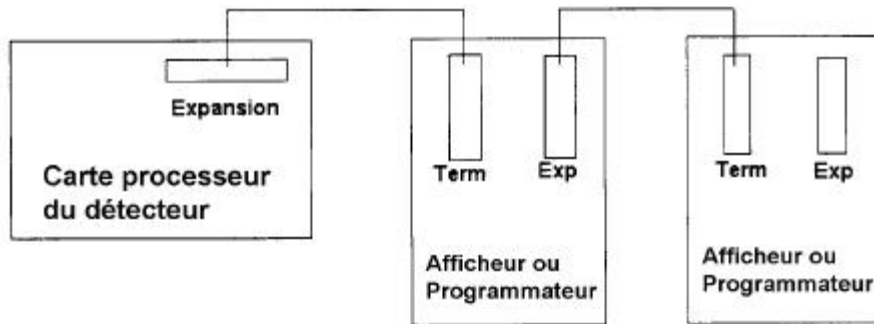
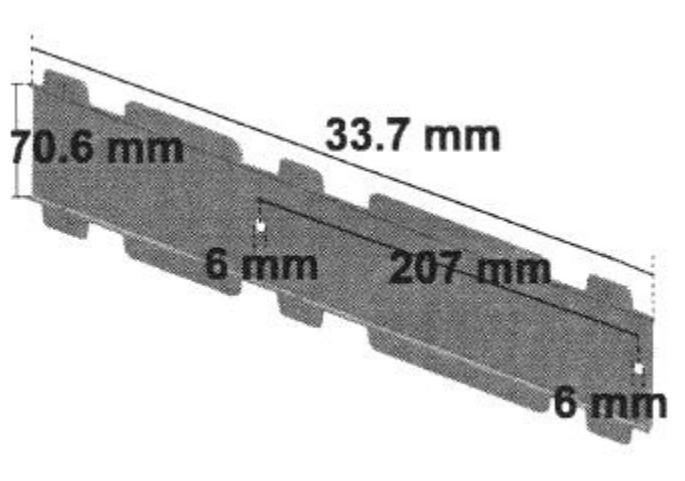

Figure 7 L'interconnexion des différents modules
Figure 8 Dimensions de la platine de montage
4. Maintenir la platine de montage en position et se servir des trous de fixation comme gabarit de perçage, voir Figure 8. Vérifier la bonne orientation de la platine, voir Figure 7.